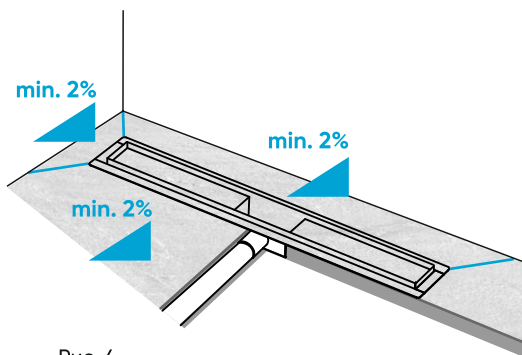

Рис. 4
3. Выполните стяжку пола. Убедитесь, что все пространство под трапом заполнено бетонной смесью. При выравнивании пола обеспечьте угол уклона не менее 2%. Оставьте зазор под толщину плитки и слоя плиточного клея (рис. 4).